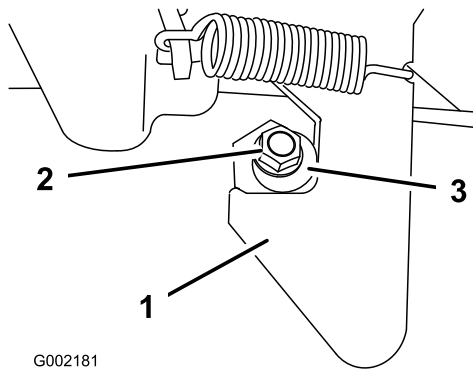

Figura 25
1. Allentate il dado sull'estremità della colonnetta di ancoraggio (Figura 25).
2. Girate la colonnetta di ancoraggio in senso orario finché non si trova saldamente contro il dispositivo di chiusura, quindi serrate il dado (Figura 25).